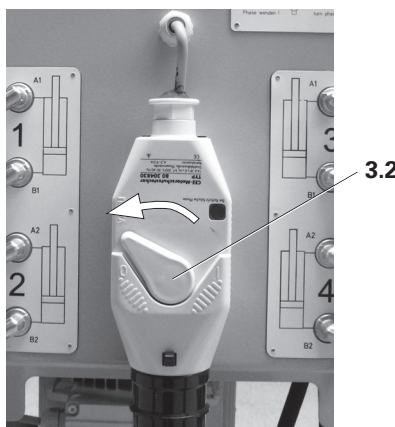

Fig. C3.08
1. Ruotare la levetta sull'interruttore automatico del motore (3.2) verso sinistra. (Fig. C3.08)